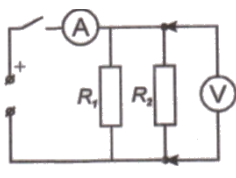

рис. 2
1. Собрать цепь по схеме (рис. 2):